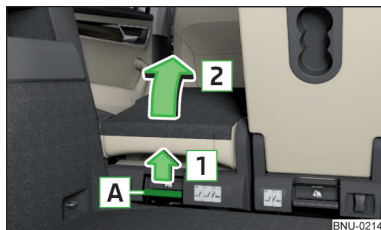

Fig. 90
- Tirez le levier **A** » fig. 90 dans le sens de la flèche **1** et relevez le siège dans le sens de la flèche **2**.